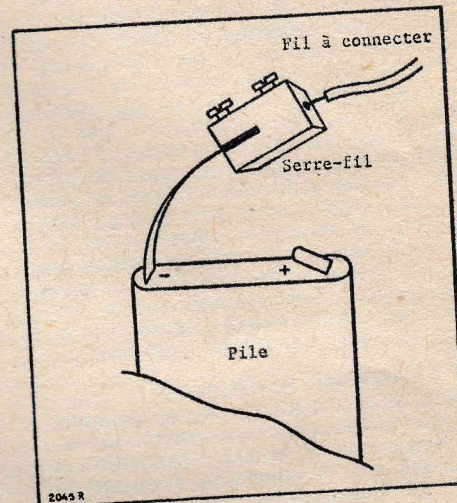

Fig. 3
- Après quoi, et selon la Figure 3, on peut constater que la pile possède désormais
mais le dispositif utile pour n'avoir plus qu'à être connecté au fil conducteur correspondant. L'exemple de cette figure 3, par simplification, ne porte qu'un seul serre-fil, ce qui suffit à l'explication.